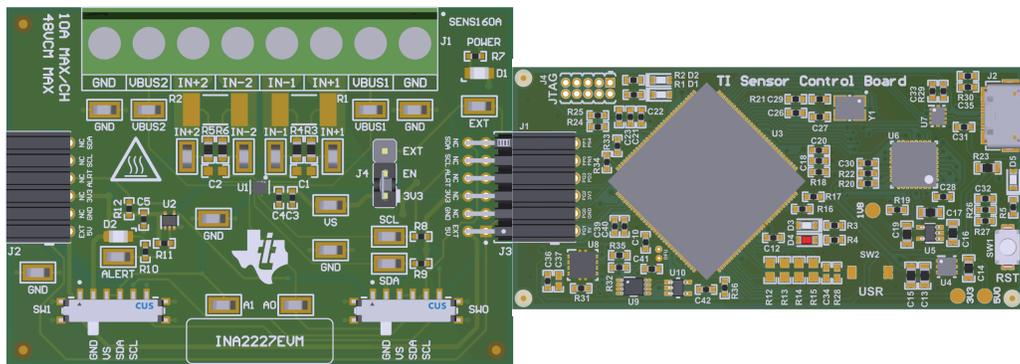

図 2-1. SCB コントローラ (右) に接続された評価基板 (左)
3. 図 2-1 に示すように、評価基板を SCB コントローラに接続します。
この評価基板を SCB コントローラ (別売り) と組み合わせて使用するには、図 2-1 に示すように接続します。